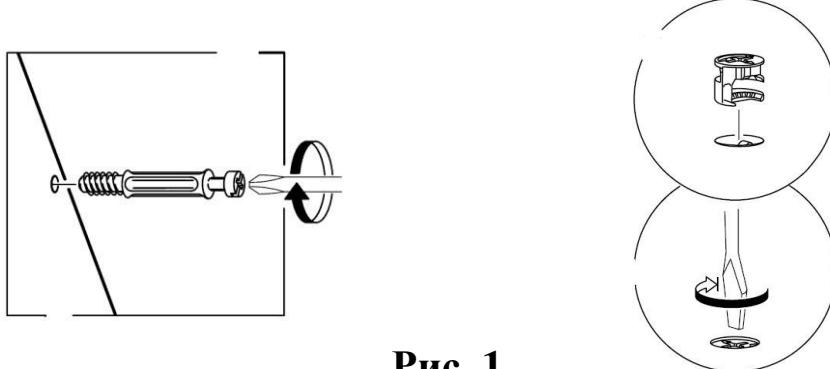

Рис. 1
2. В установленные муфты эксцентриковых стяжек на верхнем щите (M.12), нижнем щите (M.14) ввернуть дюбели DU644 (с резьбой под муфту), в соседние отверстия установить шканты (рис.1 и схема сборки).